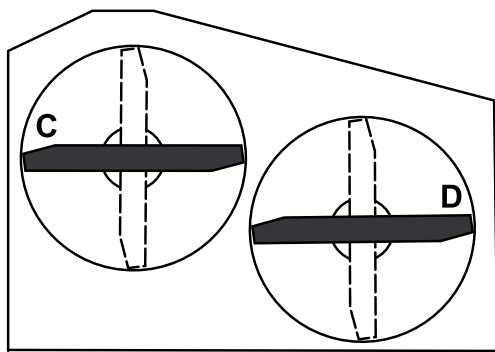

Figura 61
2. Disponete le lame in posizione laterale rispetto alla macchina. Misurate ai punti **C** e **D** da una superficie piana fino al tagliente della punta della lama (Figura 61).